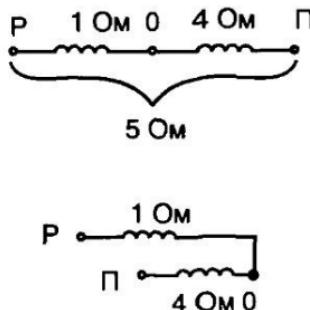

Рис. 8. Расположение клемм электродвигателя компрессора:
4.1.4. Определение обмоток и нулевого провода производят омметром. Для этого отсоединяют от компрессора все провода и замеряют сопротивление каждой пары клемм. Минимальное сопротивление соответствует паре «рабочая обмотка — нулевой провод», среднее сопротивление будет у пары «пусковая обмотка — нулевой провод» и максимальное — «пусковая обмотка — рабочая обмотка». Для простоты восприятия вычерчивают конфигурацию клемм на листе бумаги и на схеме наносят величины сопротивлений (рис. 8).